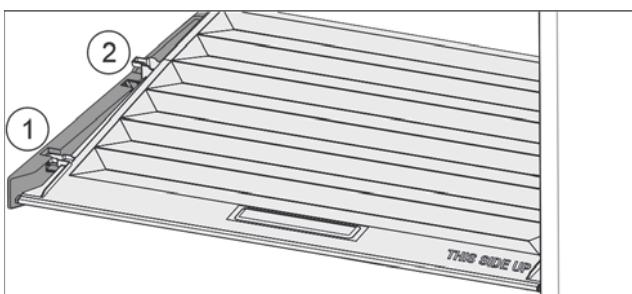

Fig. 34
- Потянуть крышку до отверстия в поддерживающих деталях вперед Fig. 34 (1).
- Поднять сзади снизу и извлечь Fig. 34 (2) движением верх.